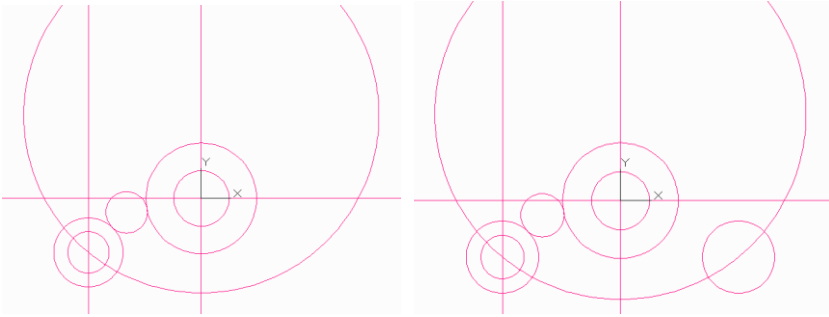

Рисунок 1.3 – Послідовність побудови графічної роботи «Плоский контур»
– обрати  *Tan, Tan, Radius (2 точки дотику, радіус)* → послідовно вказати місця приблизного дотику до кіл радіусами 15 та 24 → радіус 9 ↵ (рис. 1.3);
– для внутрішнього спряження радіусом **92** спочатку командою *Mirror (Дзеркало)*  віддзеркалюють коло радіуса **15** (рис. 1.3), для цього вибирають коло зліва → ↵ → далі вказати (з прив'язкою *Nearest (Найближча)*) на дві точки що лежать на осі симетрії → ↵;